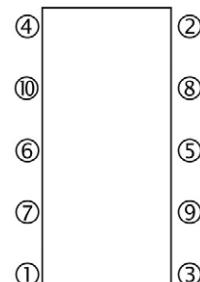

Fig. 11
- Pulire ed ingrassare accuratamente i tiranti, posizionarli sul telaio, quindi stringere i dadi in modo progressivo e uniforme nell'ordine indicato in Fig. 11 fino ad ottenere la quota corretta tra i piastroni (quota di serraggio) indicata sulla etichetta di identificazione. Verificare che questa quota sia uniforme sull'intero perimetro dei piastroni. Un serraggio eccessivo può deformare le piastre in modo irreparabile. Se si ritiene sia necessario stringere oltre il valore indicato, rivolgersi al centro di assistenza post-vendita di CARRIER che saprà darvi le giuste indicazioni.